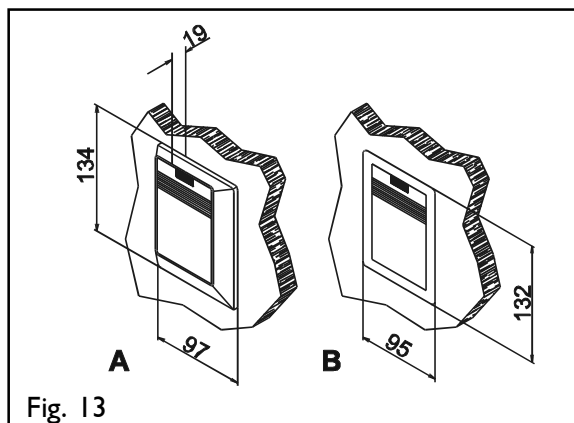

Fig. 13
- A Med utanpåliggande ram (fig. 13)
- B Med infälld ram (fig. 13)
A) Vid montering med utanpåliggande ram skall montagställningens kant fasa med den färdiga väggytan (se fig. 13, 14 och 15 pkt A).
B) Vid montering med infälld ram skall montageställningen dras in ca 15 mm i förhållande till den färdiga väggytan (se fig. 13, 14 och 15 pkt B).